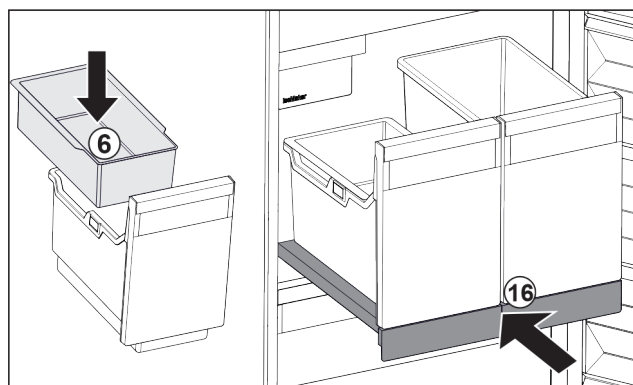

Fig. 146
- Vsaďte závěsnou misku Fig. 146 (6) pro kostky ledu.
- Zasuňte vysouvací přihrádku s nádobou (IceTower). Fig. 146 (16)